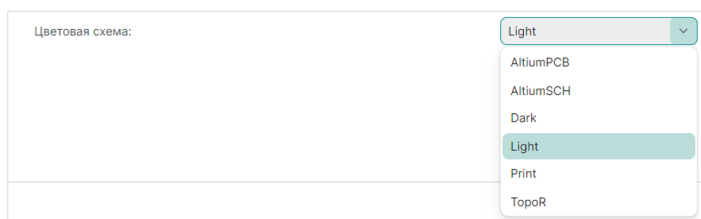

Рис. 63 Выбор цветовой схемы редактора
- «Цветовая схема» – выбор цветовой схемы редактора, см. Рис. 63.